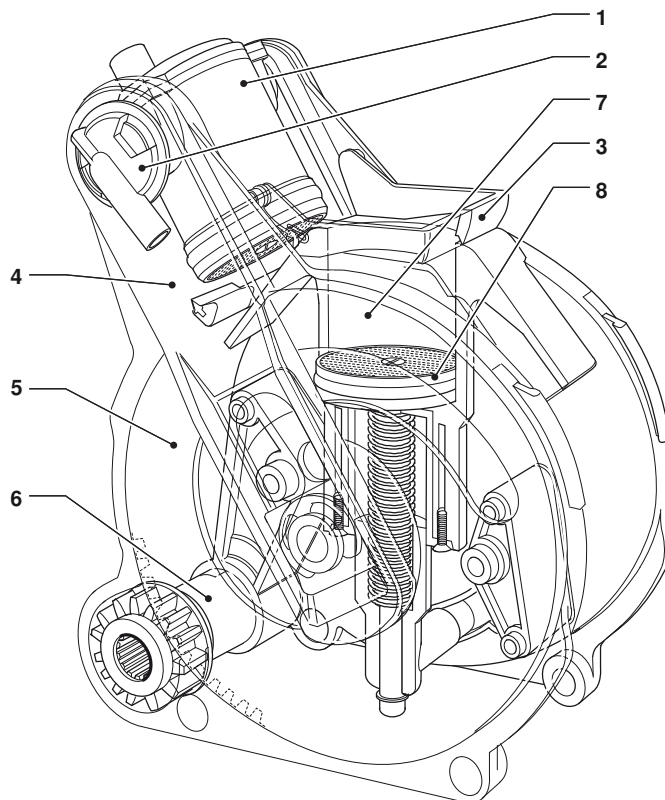

Рис. 22
Мотор-редуктор, подключенный на шестерне (6), обеспечивает вращение кривошипов (5), вследствие чего камера заваривания (1) поворачивается на 30° (рис. 22, пункт 7).
Верхний поршень (1) поднимается на один уровень с камерой заваривания (рис. 22 -7) и спускается внутрь нее. Положение, в котором поршень останавливается для заваривания, будет зависеть от количества молотого кофе в камере.